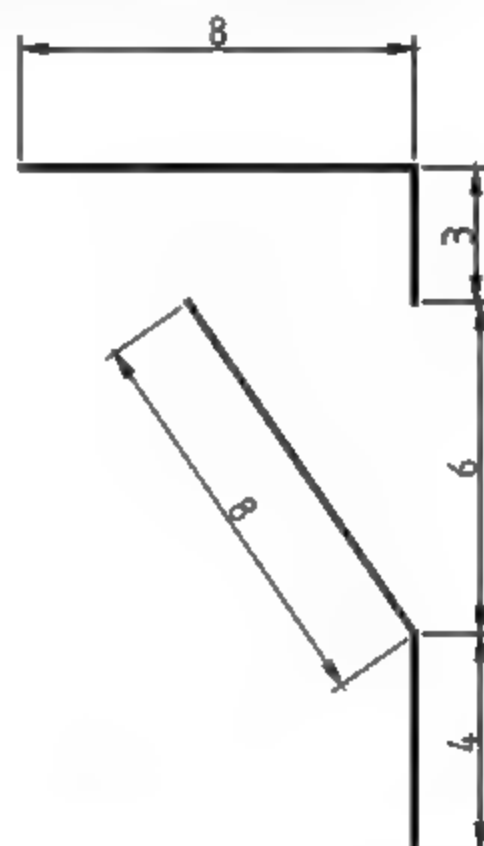

图4-168 绘制电气元件6
(6) 调用L【直线】命令, 结合【对象捕捉】功能, 绘制电气元件6, 如图4-168所示。